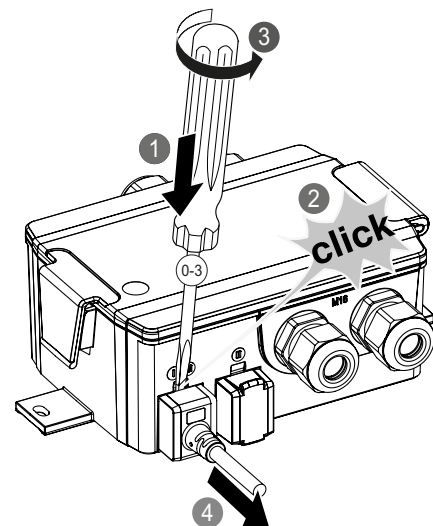

Abb. 8: Stecker-Demontage am Regler VRU
3. Anschlusskabel des Stellantriebs vom Regler VRU abziehen; dazu Schraubendreher mit Schlitz bis Größe 3 verwenden (ISO 2380). Schraubendreher zwischen Reglergehäuse und Anschlussstecker stecken (1), um Rastnase des Anschlusssteckers zurück zu drücken (2), und Anschlussstecker vorsichtig durch Drehung (3) des Schraubendrehers heraus hebeln (4). Siehe Abb. 8.
5. Anschlusskabel des Stellantriebs vom Regler VRU abziehen; dazu Schraubendreher mit Schlitz bis Größe 3 verwenden (ISO 2380). Schraubendreher zwischen Reglergehäuse und Anschlussstecker stecken, um Rastnase des Anschlusssteckers zurück zu drücken, und Anschlussstecker vorsichtig durch Drehung des Schraubendrehers heraus hebeln. Siehe Abb. 8 auf Seite 9.